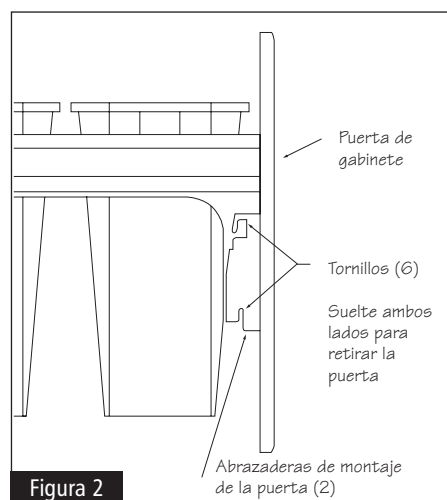

Figura 2
- Para soltar la carcasa con montaje superior de la puerta del gabinete, suelte los seis (6) tornillos que fijan las abrazaderas a la puerta, como se muestra en la Figura 2.